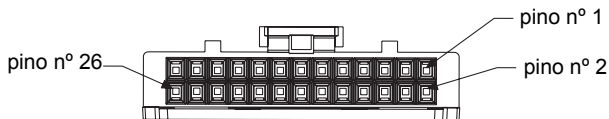
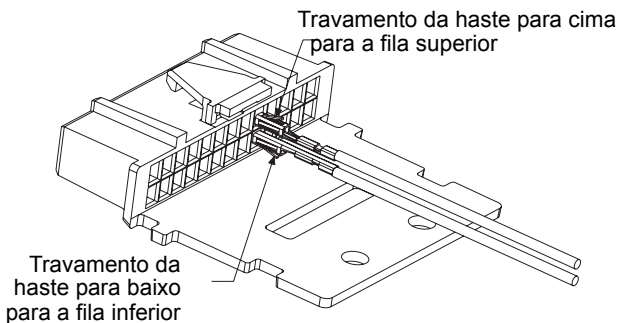

*Figura 1a* Protetor contra torção do fio
*Figura 1b* Protetor contra torção opcional
6. Conecte os fios através do conector do acessório, como mostrado na *Figura 1a* ou para aplicações com diversos acessórios conectados ao rádio móvel, conecte os fios como mostrado na *Figura 1b* e prenda-os com uma braçadeira de cabos após finalizar a etapa 7.